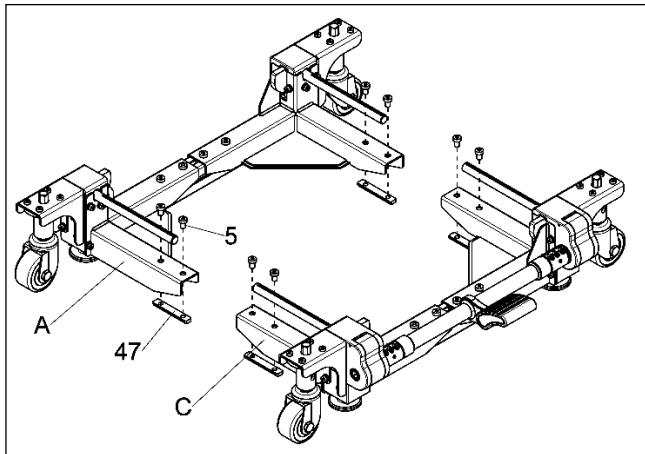

图 14
b. 将步骤 a 拆下的紧固件 “5” 和锁紧块 “47” 预锁到后角架组件 “A” 和前角架组件 “C” 上。（见图 14）